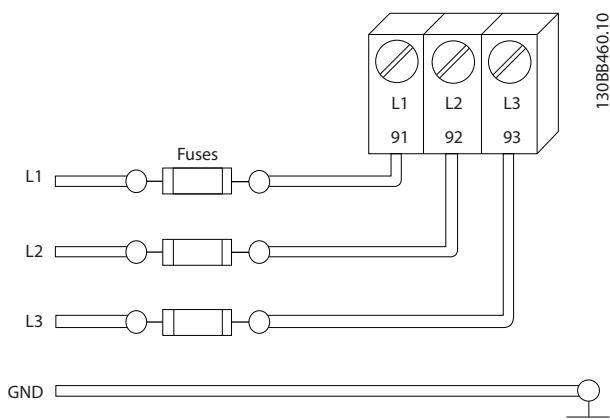

図 2.4 周波数変換器ヒューズ
- すべての周波数変換器は短絡および過電流保護を備えている必要があります。入力ヒューズが保護のために必要です。図 2.4を参照してください。工場で装備されない場合、ヒューズはインストレーションの一部として設置作業者によって取り付けられます。10.3.1 保護の最大ヒューズ定格を参照してください。
- すべての周波数変換器は短絡および過電流保護を備えている必要があります。入力ヒューズが保護のために必要です。図 2.4 を参照してください。工場で装備されない場合、ヒューズはインストレーションの一部として設置作業者によって取り付けられます。10.3.1 保護の最大ヒューズ定格を参照してください。